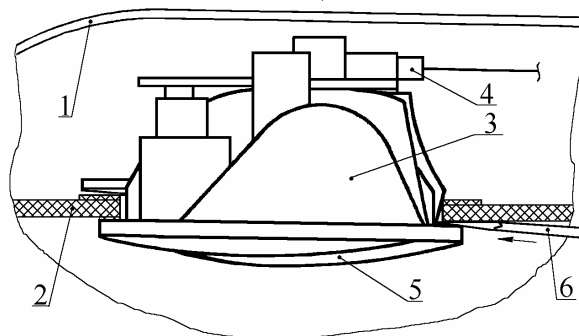

Рис. 51. Блок плафонов:
15.1.1. Снять рассеиватель 5 (рис.51) с корпуса блока 3 плафонов, отжав отверткой 6 обивку 2 крыши и поддев рассеиватель
15.1.2. Снять блок плафонов 3 с обивки крыши 2, отжав отверткой 6 защелку корпуса блока плафонов, как показано на рис. 51.